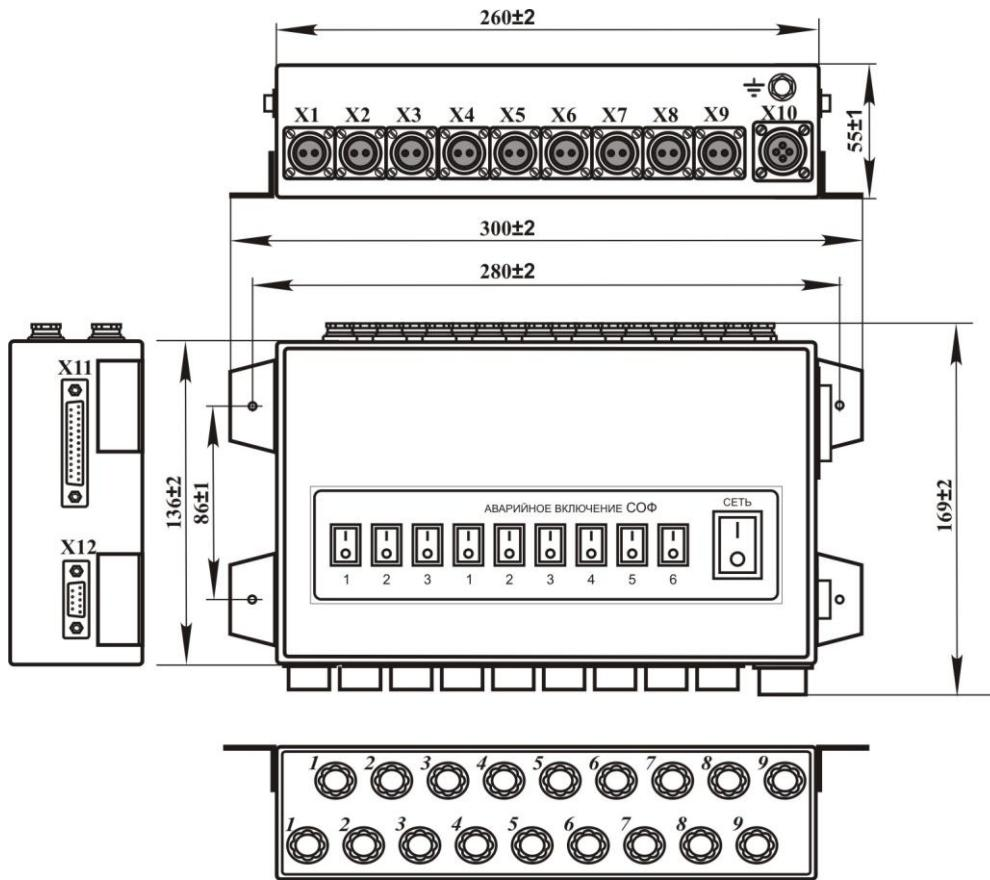

Рис.1
- а) системный блок (рис.1) –300x169x55 (мм);